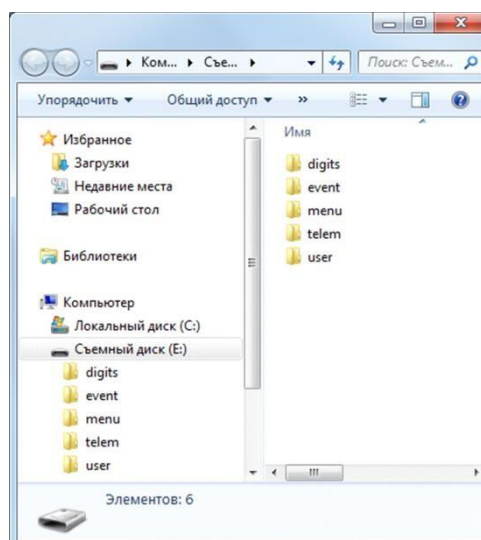

Рис. 10.4. Структура файлов контроллера
4. В окне *Автозапуск* выберите *Открыть папку для просмотра файлов*. В результате откроется окно, отображающее структуру файлов контроллера (рис. 10.4).